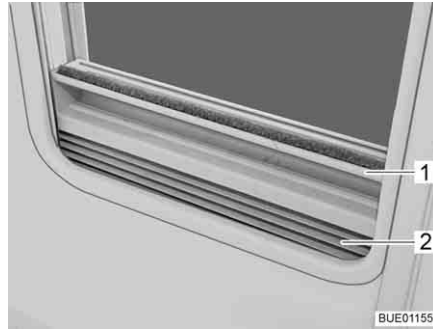

Bild 59 Plisségardin
- Ta tag i mitten på plisségardinens (Bild 59,2) list (Bild 59,1) och drag den nerifån och upp och släpp loss den vid önskad höjd. Plisségardinens stannar på denna höjd.